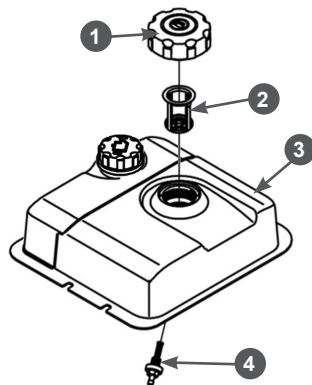

Рис. 35. Топливные фильтры
В топливном баке установлены два сетчатых топливных фильтра. Один фильтр устанавливается в заливной горловине топливного бака. Второй фильтр конструктивно объединен со штуцером топливного бака и установлен внутри бака (Рис. 35).
Через каждые 300 часов работы рекомендуется производить очистку топливного бака от грязи и конденсата. Одновременно с очисткой топливного бака рекомендуется проверять и очищать фильтр 4, установленный внутри бака (Рис. 35). Наличие воды и грязи в баке и чистоту фильтра 4 можно проверить визуально через заправочную горловину топливного бака.
3. Выкрутите из топливного бака выходной штуцер 4 и произведите его очистку (Рис. 35). Внимательно осмотрите сетчатый фильтр. При обнаружении механических повреждений замените штуцер топливного бака.